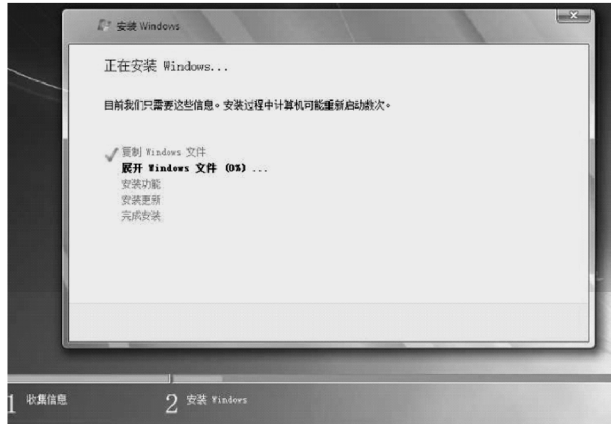

图 3-71 Windows 安装文件复制过程
5) 分区选定之后, 进入 Windows 安装文件复制过程界面, 如图 3-71 所示。安装过程中笔记本电脑需要自动重新启动数次, 这些步骤均为全自动化, 不需要操作。此过程根据硬件配置的不同而需要等待的时间不同 (通常为 15 ~ 40min)。结束之后即完成整个 Windows 7 的安装进程。